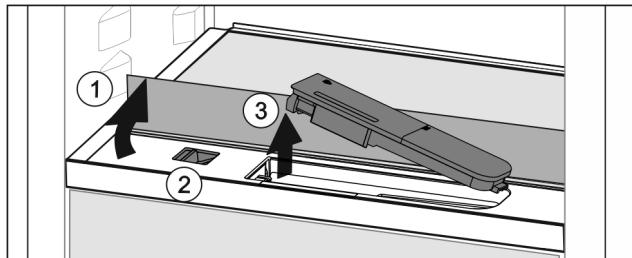

Fig. 45
► Поднять стеклянную панель и откинуть до упора назад Fig. 45 (1).
► Сдвиньте ползунок Fig. 45 (2) влево.
► Вынуть бак для воды Fig. 45 (3).